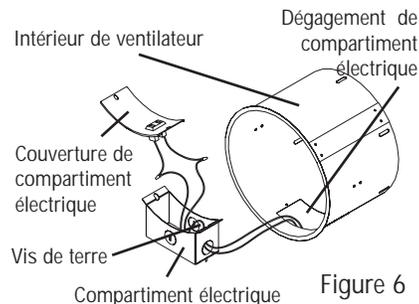

Figure 6
11. Installez le chapeau mural extérieur dans le trou et sur les lisières de bâti et fixez le chapeau en place en utilisant des vis ou des clous. Scellez la bride là où le chapeau mural rencontre le mur en utilisant du calfeutrage. (fig 6)